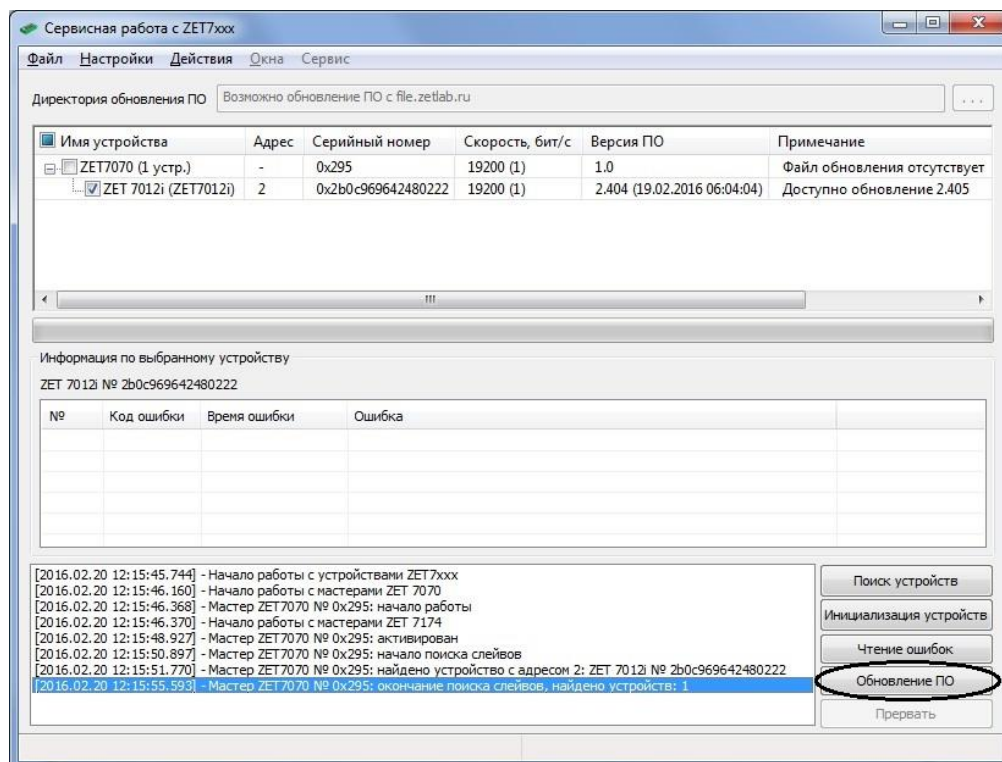

Рисунок 7.
4) Нажать кнопку “Обновление ПО” (см. Рисунок 7).